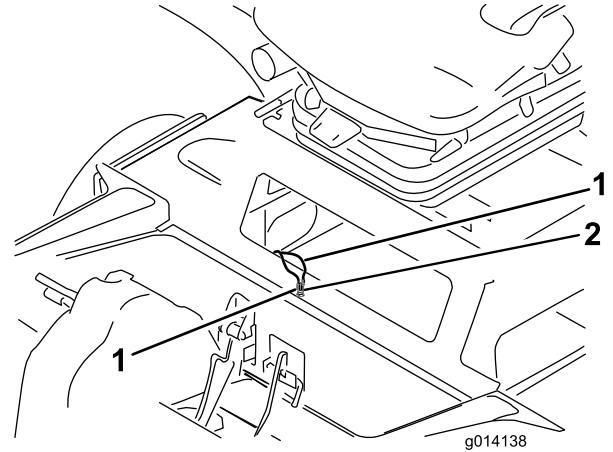

Bild 58
3. Im Fach finden Sie zwei abgedeckte Schaltdrähte für das Gegengewicht (**Bild 58**)